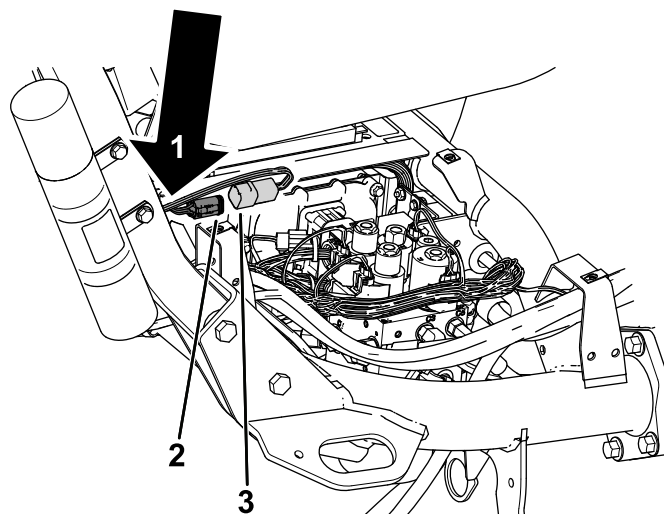

Figure 10
5. Acheminez le faisceau de câblage vers le bas, le long de l'arceau de sécurité et branchez le connecteur du faisceau étiqueté P01 sur le connecteur du faisceau de la machine étiqueté P49 (Figure 10).
6. Fixez le faisceau du dispositif télématique au faisceau principal avec un attache-câble (Figure 10).